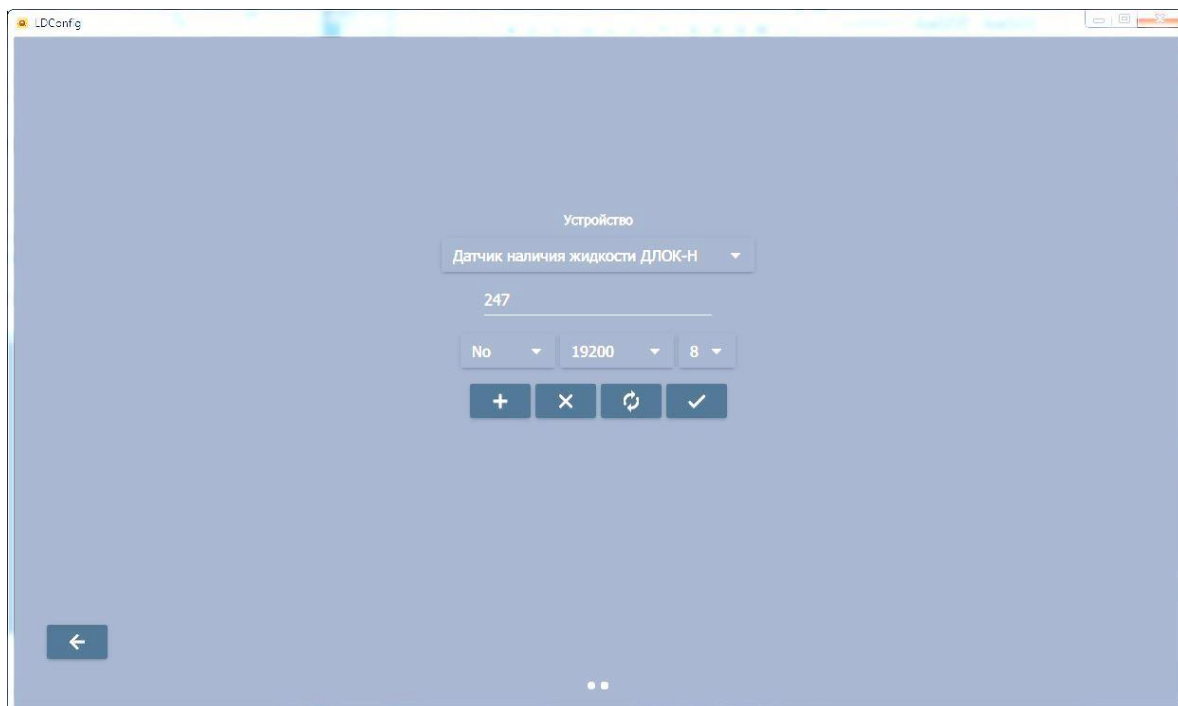

Рисунок 8
- Укажите адрес, выберите ЧЕТНОСТЬ, СКОРОСТЬ, БИТЫ ДАННЫХ (Рис.8),